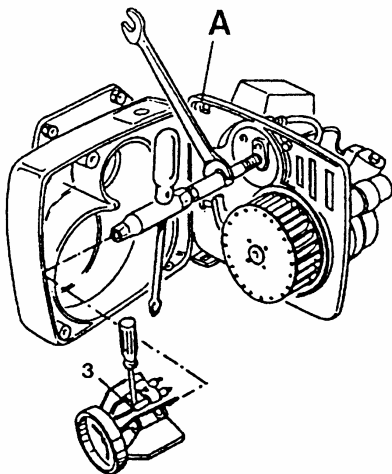

Fig. 30
1. cu o ȓurubelniȐ ȓn cruce slȐbiȓi ȓurubul de fixare a capacului (2);
2. extrageȓi-l cu grijȐ ȓi agȐȓȓi-l de arzȐtor (fig. 30, 31);
3. pentru schimbarea duzei slȐbiȓi ȓurubul (3) ȓi demontaȓi deflectorul;